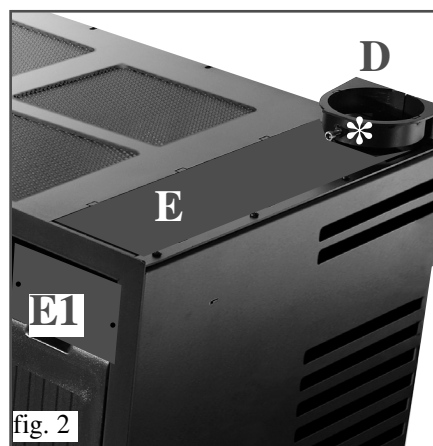

fig. 2
POSSIBILI INSTALLAZIONI (fig. 2)
- Installare e fissare con tasselli la piastra di appoggio (B) nella posizione definitiva che avrà l'inserto.
- Posizionare e fissare (con i bulloni in dotazione) la staffa (C) di centraggio dello spezzone di canale da fumo (A).
- Calzare lo spezzone di canale da fumo sul collare (D) della staffa (C) appoggiandolo sulla vite (*) fig 2).
- Togliere la vite di appoggio (*) e innestare il canale da fumo sul bocchettone uscita fumi (F), bloccandolo con la vite (°).
- L'operazione viene effettuata agendo attraverso l'apertura (E) prevista sul top dell'inserto, dopo aver tolto la piastrina (E1) fissata da 2 viti (vedi fig. 2).